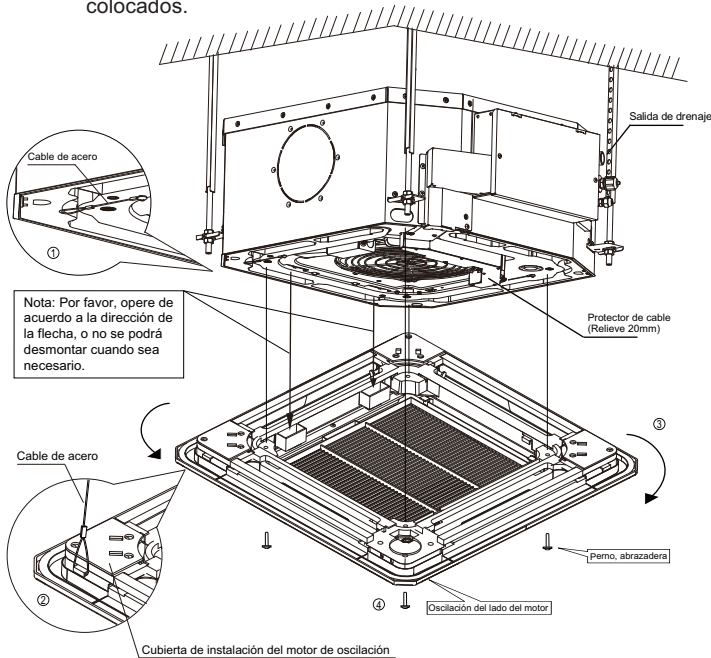

Figura 3.14
- (3) Conecte los cables del motor de la oscilación en el display receptor del panel a las conexiones correspondientes en el cuerpo de la unidad, respectivamente. Tenga cuidado de utilizar una cubierta protectora para envolver los terminales de conexión y utilice un dispositivo fiable para asegurar y reforzar el aislamiento de seguridad de los terminales.
- (4) Instale y asegure el panel en el cuerpo de la unidad con pernos (M5X20) y arandelas (vea la Figura 3.14, ④)
- (5) Ajuste los cuatro tornillos del gancho del panel para mantener el panel nivelado y levántelo uniformemente hasta el techo.